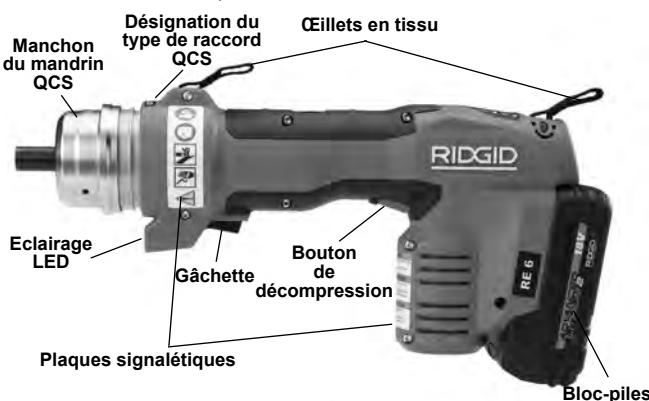

Figure 1 – Pince multifonction type RE 6
Il existe différents types de raccord QCS. Assurez-vous que le type de raccord QCS des têtes utilisées correspond bien à celui du mandrin de l'appareil (Figure 1).
- L'assemblage, l'état de fonctionnement et l'intégralité de l'appareil. (*Se reporter aux Figures 1 à 3.*)